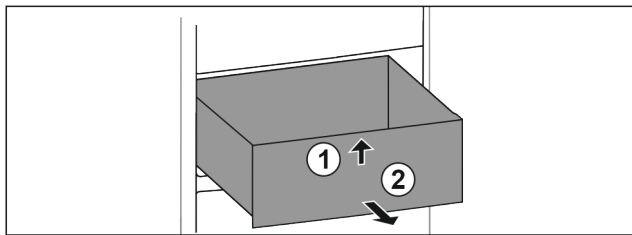

Fig. 138
- Nadzvedněte zásuvku vpředu. Fig. 138 (1)
- Vyjměte zásuvku dopředu. Fig. 138 (2)